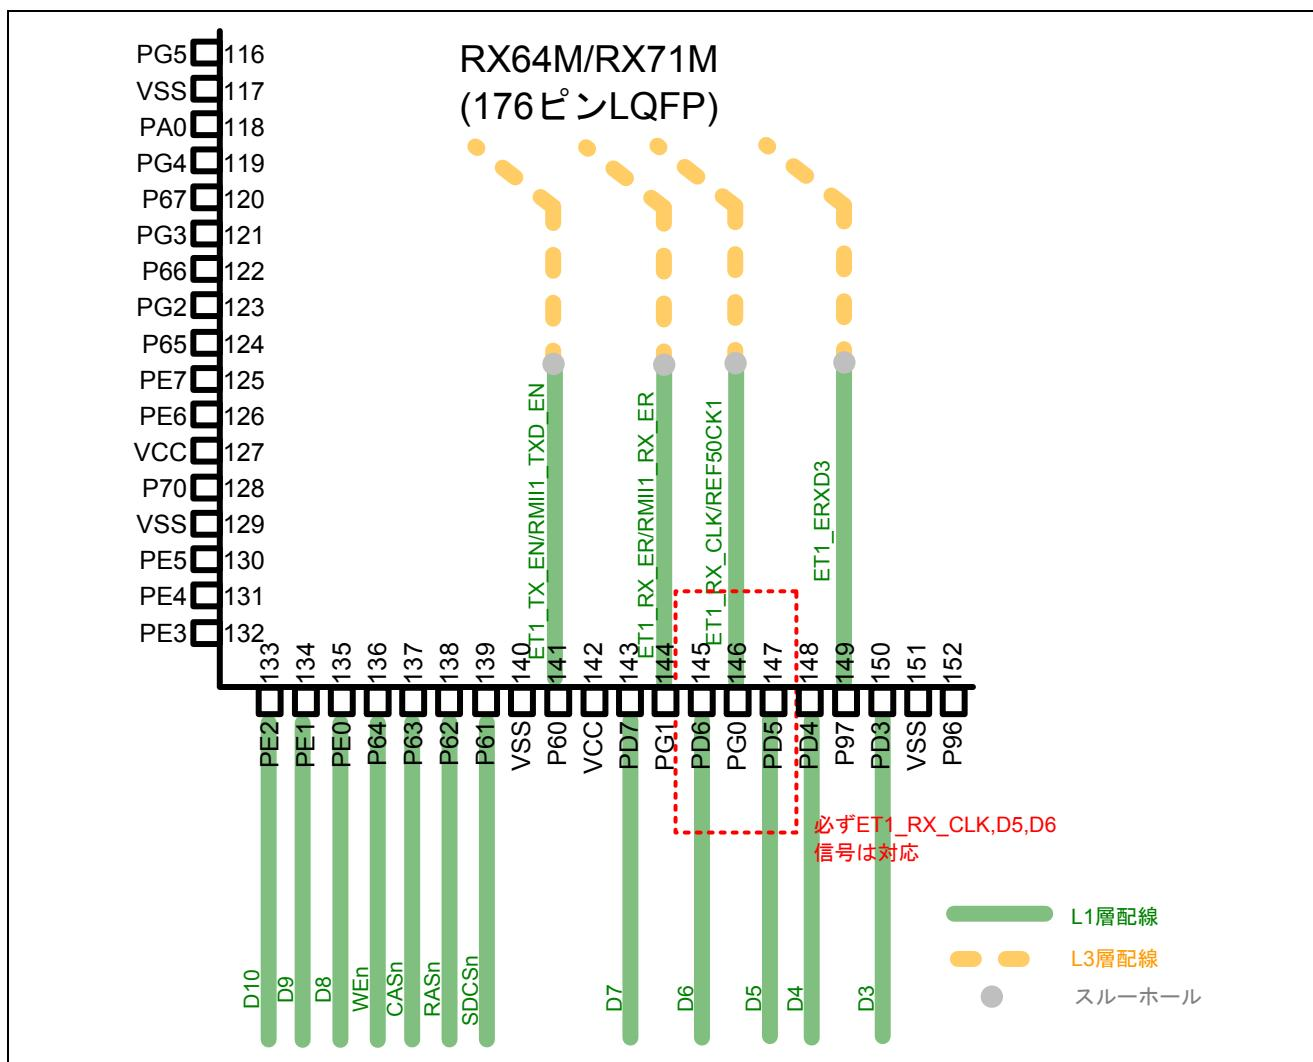

図 5 配線引き出し例
11. MII チャネル 1 信号の RX64M/RX71M から配線引き出しは、SDRAM 信号との並走を避けて引き出します。特に ET1\_RX\_CLK と D5,D6 の信号は、必ず反対方向で RX64M/RX71M からパターンを引き出します。(図 5 参照)